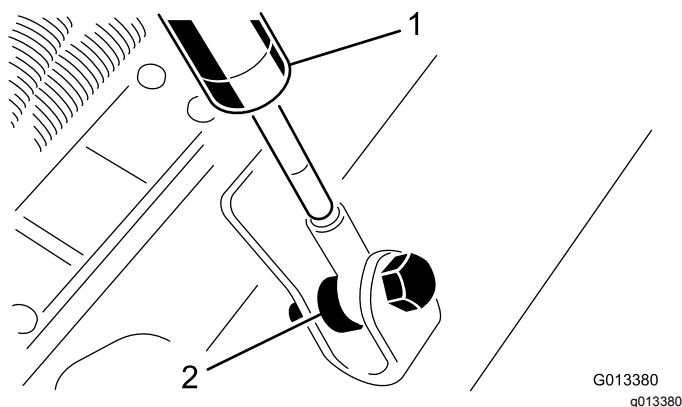

Figur 7
1. Løftearmsbeslag (2)
11. Fjern låseclipsene og gaffelboltene, der fastgør klippehøjdekæderne til klippeenhedens bagside (Figur 7).